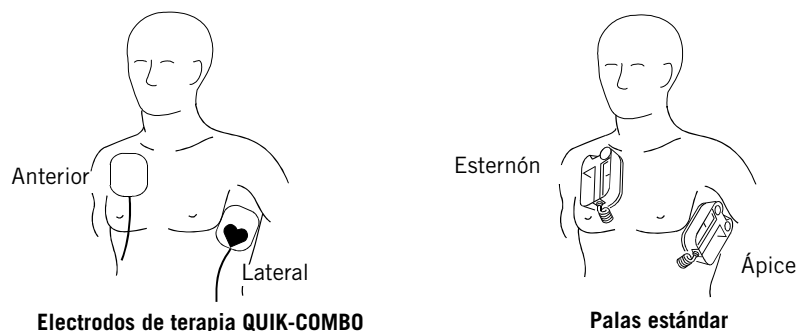

Figura 4-1 Colocación antero-lateral
1. Coloque el electrodo de terapia ♥ o la pala **ÁPICE** a la izquierda del pezón izquierdo del paciente, en la línea media axilar y, a ser posible, con el centro del electrodo sobre esta última (consulte la Figura 4-1).
2. Coloque el otro electrodo de terapia o la pala **ESTERNÓN** en la parte superior derecha del torso del paciente, en posición lateral al esternón y por debajo de la clavícula, como se muestra en la Figura 4-1.